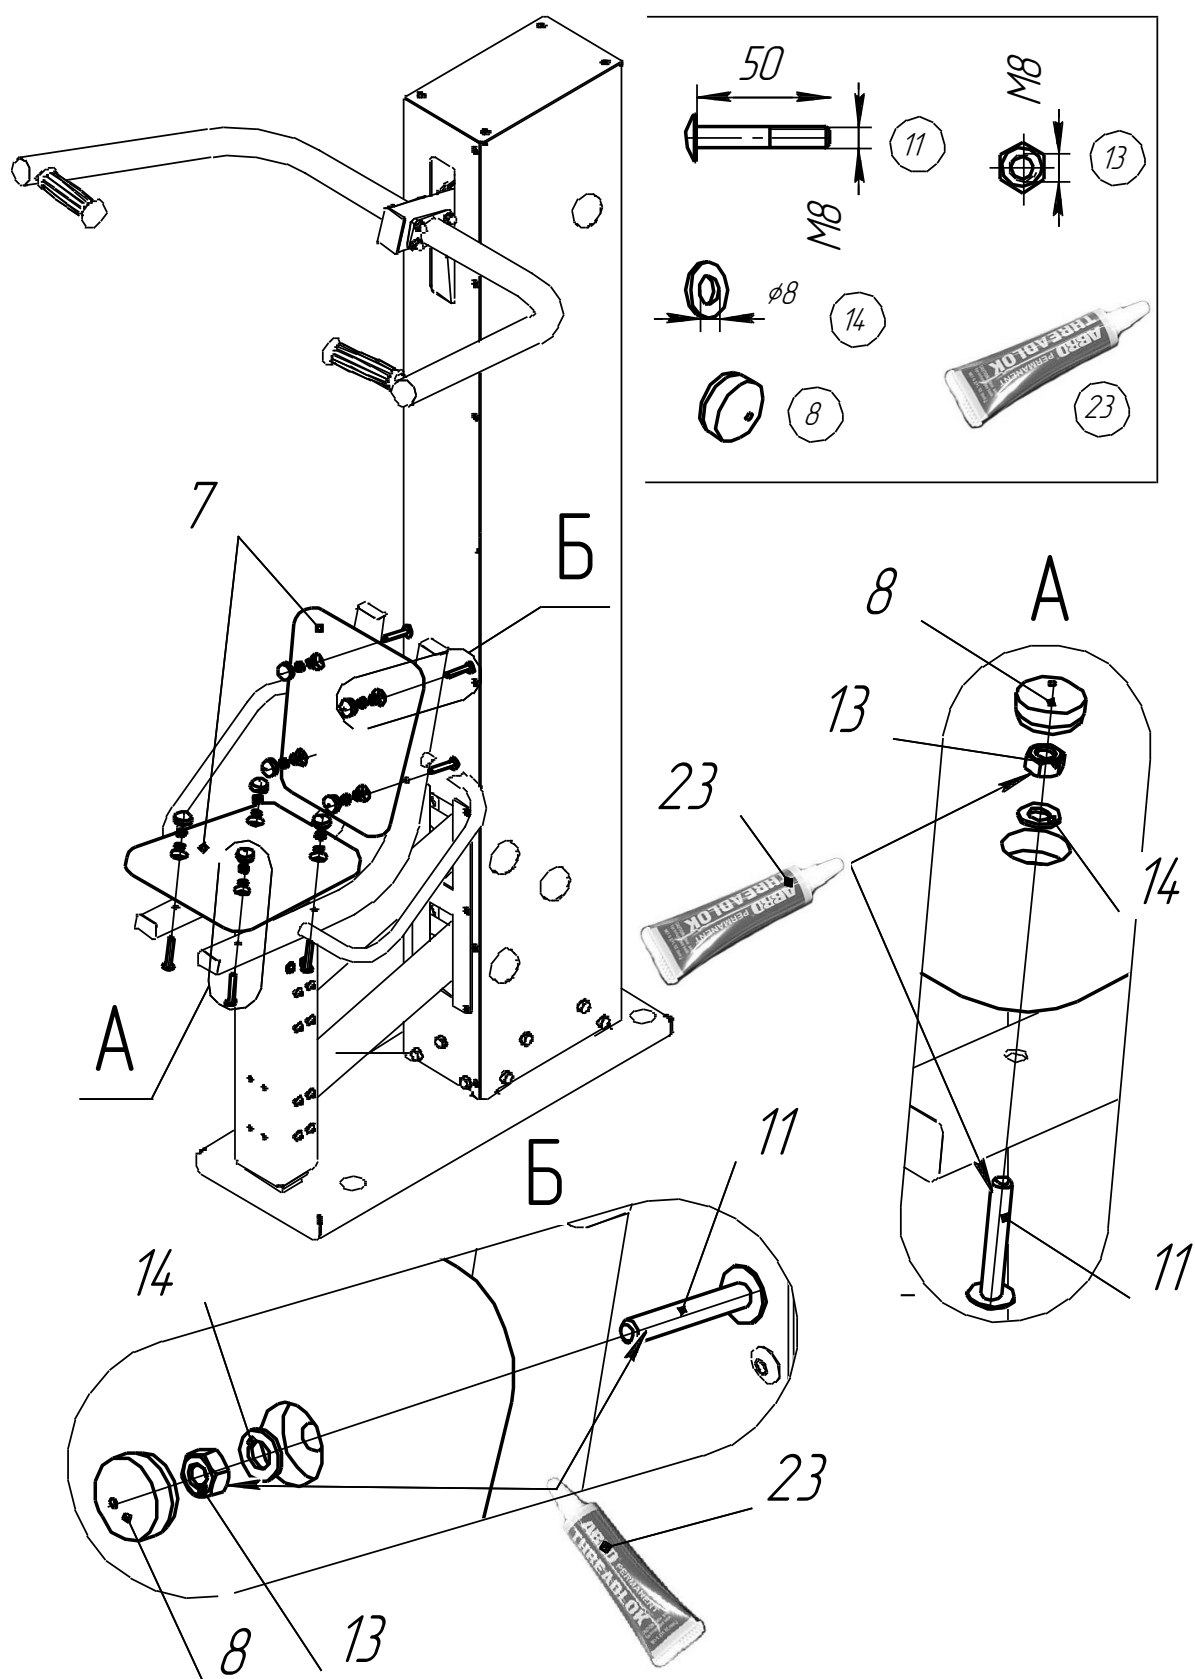

Рис.8
10.3.3.2.2.3 Установить пластиковые сиденья (рис.8) при помощи болтов поз.11, шайб поз.14 и гаек поз.13. Отверстия закрыть заглушками поз.8.